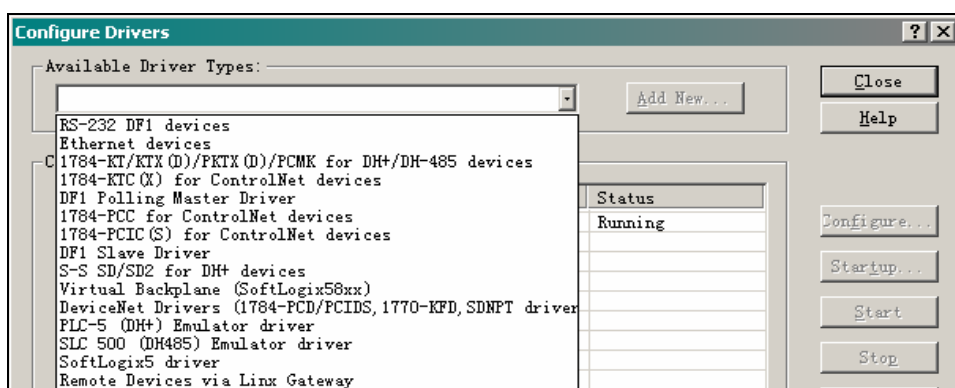

图 3-127 选择所需驱动程序
(3) 弹出标题为 *Configure Driver Types* 的窗口。单击 *Available Driver Types* (可用驱动程序类型) 对话框中的下拉箭头，对于本次实验，我们需通过计算机的 RS232 串行通讯口接入 DF1 网络，因此选择 *RS-232 DF1 devices*，如图 3-127 所示。